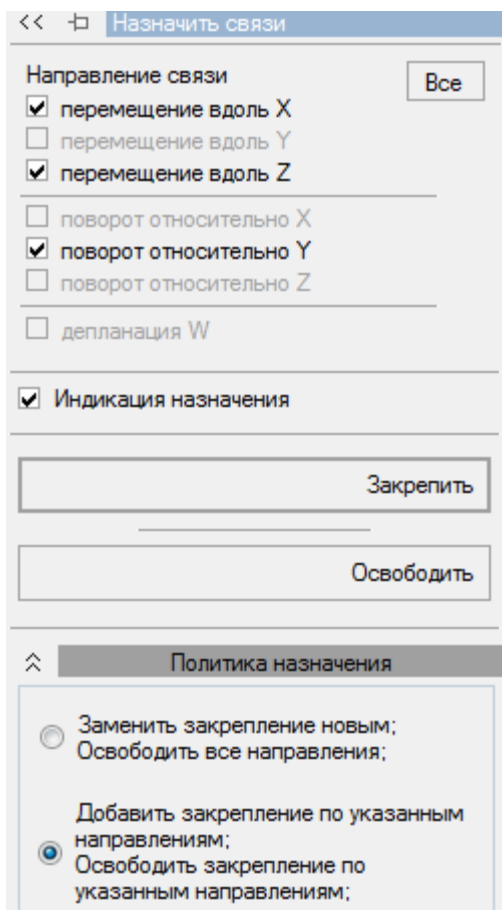

Рис. 31. Задание связей
- В панели активного режима с помощью установки флажков отметьте те направления, по которым запрещены перемещения узла № 11 (**X** — перемещение в направлении оси X, **Z** — перемещение в направлении оси Z, **UY** — угол поворота вокруг оси Y) (рис. 31). *Красный цвет у узла исчезнет. Под узлом будут изображаться свя-*